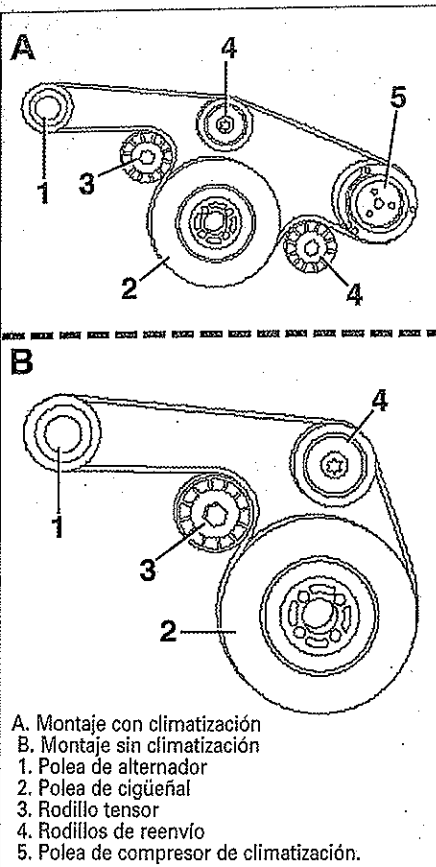

FIG. 15
Al montar, una vez colocada la correa, mantener el dispositivo de tensión y retirar el pasador (2) y girar el dispositivo para tensar la correa. Colocar correctamente los nervios de la correa en las ranuras de las diferentes poleas y respetar su sentido de giro y su paso con relación a las poleas (fig. 15).